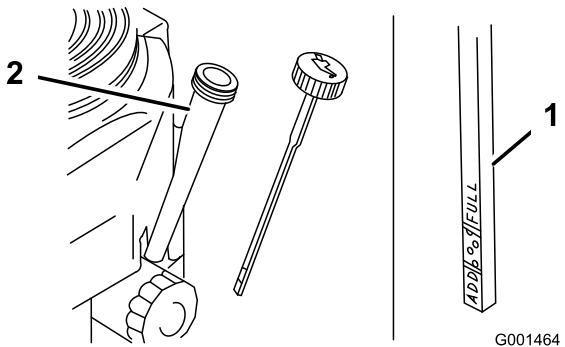

Figure 32
- Nettoyez la surface autour de la jauge d'huile (Figure 32) pour éviter que des impuretés ne s'introduisent dans le goulot de remplissage, ce qui risquerait d'endommager le moteur.
- Retirez la jauge d'huile et essuyez soigneusement son extrémité (Figure 32).
- Remettez la jauge au fond du tube de remplissage, mais sans la visser (Figure 32).
- Versez avec précaution environ 80% de la quantité d'huile spécifiée dans le goulot de remplissage (Figure 32)